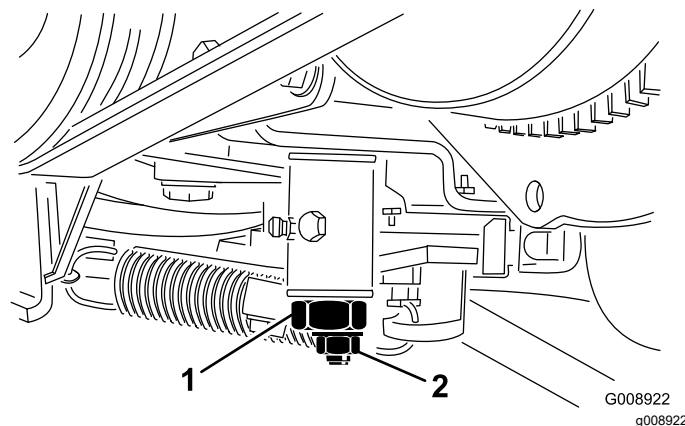

Figura 60
3. Desaperte a porca de bloqueio no excêntrico de tração (Figura 60).